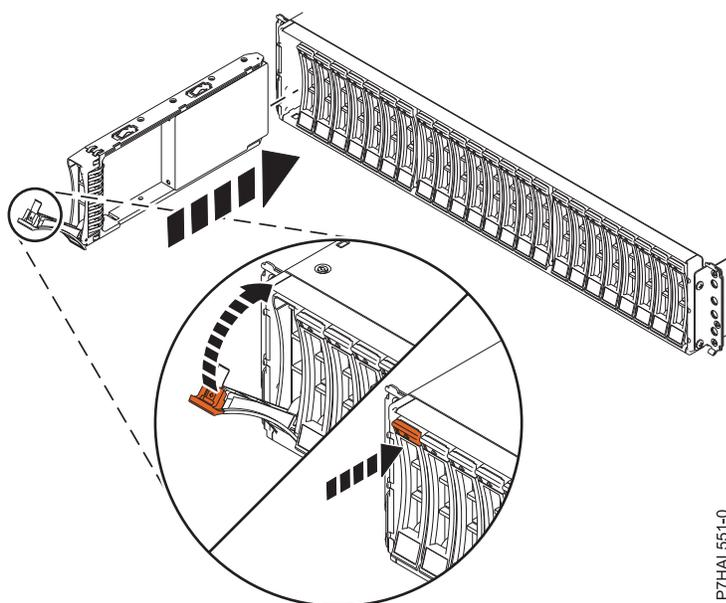

Figura 14. Instalación o sustitución de la unidad de disco en el alojamiento de unidad de disco
3. Con el asa en la posición de desbloqueo, como se muestra en la Figura 14 en la página 15, , sostenga la unidad por la parte inferior mientras la alinea con los rieles de guía de la unidad de expansión.
- Bloquee la unidad girando el asa de la bahía (A) en la dirección que se muestra en la Figura 14.